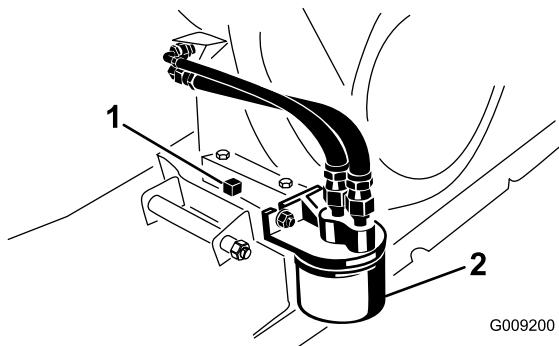

Рисунок 41
5. Установите сливной поддон емкостью 1,8 л под пробку слива масла (Рисунок 41).
6. Снимите пробку сливного отверстия и уплотнение (Рисунок 41).
2. Снимите имеющийся масляный фильтр (Рисунок 41).
4. Установите новый фильтр на переходник фильтра, пока прокладка не коснется монтажной пластины, затем затяните фильтр еще на 1/2 – 3/4 оборота (Рисунок 41).